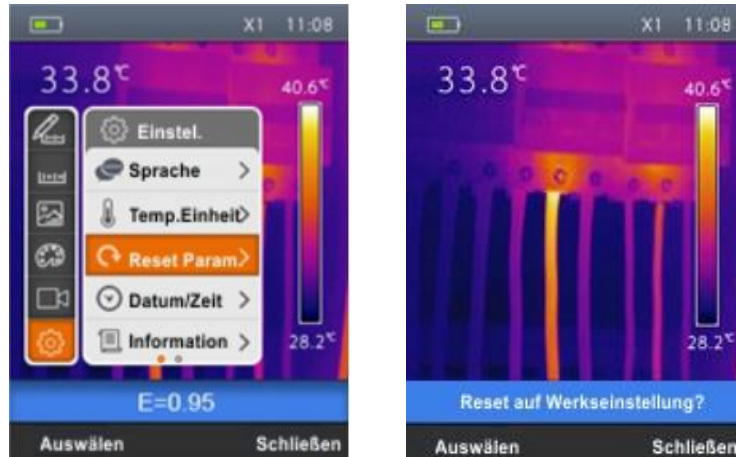

Abb. 10: Einstellung der Default-Bedingungen des Geräts
1. Wählen Sie "Reset Param" mit den \oplus oder \ominus Tasten aus und drücken Sie die Taste. Die Bildschirmseite Abb. 10 – Rechte Seite erscheint im Display.